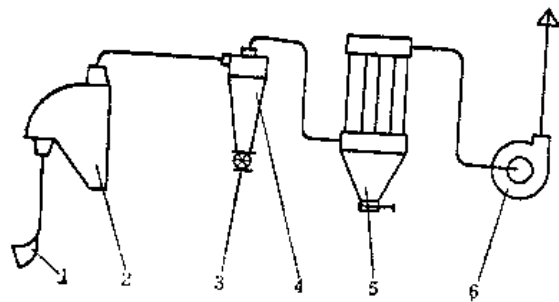

图8-10-1 吸气式气力输送装置
(1) 吸送式气力输送装置(图8-10-1) 吸送式气力输送装置又根据工作压强不同而分为低真空(真空度 $<1000\text{Pa}$ )和高真空(真空度高于 $1000\text{Pa}$ )两种形式。物料的输送过程是在风机吸气段一侧完成的。适宜于物料从几处向一处集中输送。